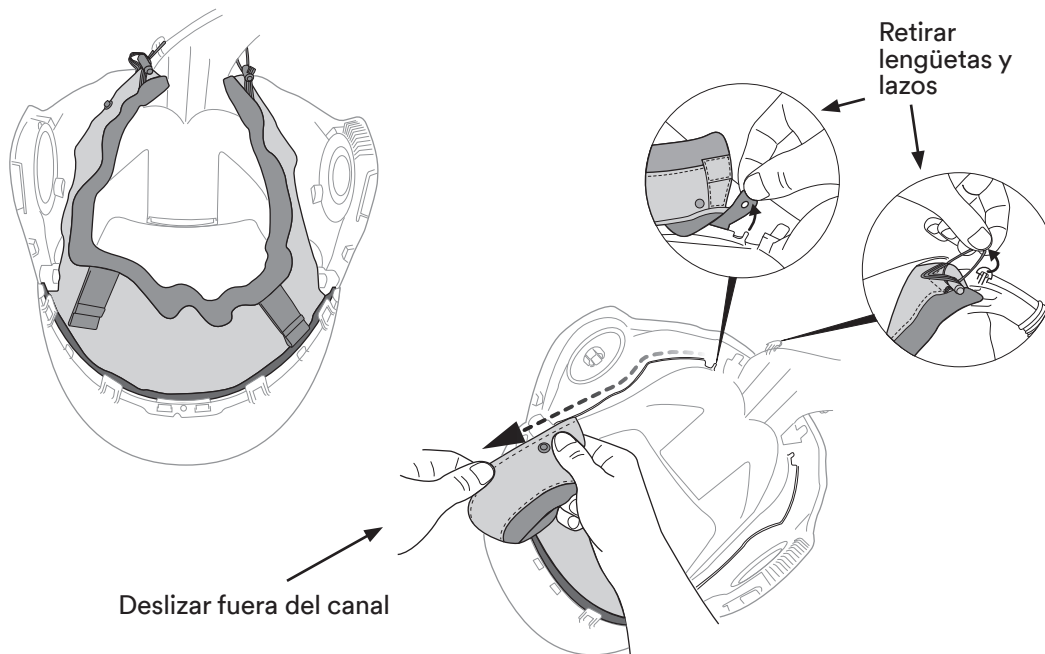

Fig. 13a
- Voltee el casco para soldar y quite las lengüetas del sello facial y los bucles de retención de sus postes junto al tubo del conducto de aire (Fig. 13a).
- Deslice cada lado del sello facial fuera del canal que lo sujeta al casco para soldar y quite la tira de retención de plástico del área de la barbilla del sello facial (Fig. 13a y 13b).